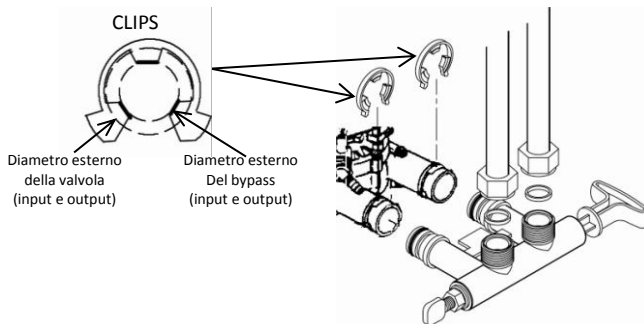

Figura 4 - Collegamento del bypass
6. Collegare il bypass alla valvola, rivolgendolo verso l'alto o verso il basso a seconda del posizionamento della rete idrica come in Figura 4.
7. Inserire le clips nella valvola di bypass come in Figura 4 assicurandosi che i 3 dentini della clip si inseriscano perfettamente nei relativi fori in ingresso (IN) ed uscita (OUT) sulla testa della valvola.
Collegare il bypass all'impianto idrico facendo riferimento alla Figura 4. Inserire i tubi flessibili nel bypass e collegarli all'impianto principale.